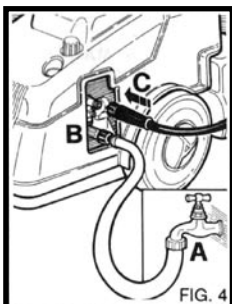
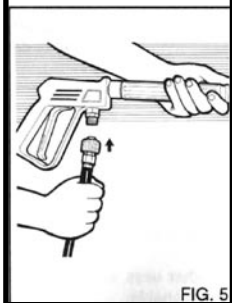

FIG. 4
FIG. 5
Присоедините шланг подачи воды одним концом к водопроводу (рис.4 А), а другим к входному патрубку моечной установки (рис.4 В).
Присоедините шланг высокого давления одним концом к выходному патрубку моечной установки (рис.4 С), другой к пистолету (рис.5).
3) Сбросьте давление в шланге высокого давления, нажав на курок пистолета (рис. 5А)